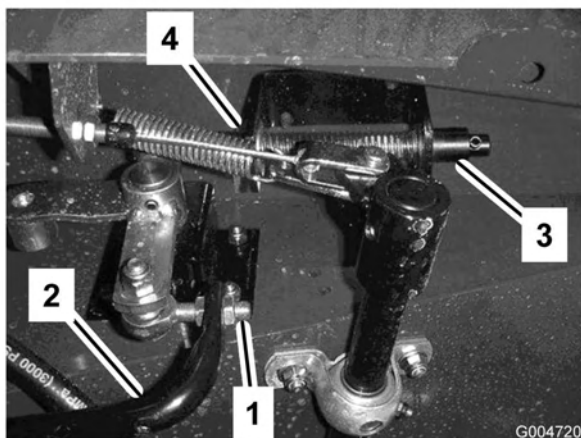

Figura 69
3. Allentate i controdadi sull'estremità dell'asta e regolate la lunghezza dell'asta di trazione (Figura 69) in modo che il pedale tocchi l'arresto del pedale quando la leva della pompa raggiunge la fine corsa. Fissate i controdadi.
3. Riempite il serbatoio (Figura 69) con 30 litri circa di fluido idraulico; vedere Verifica del fluido idraulico.